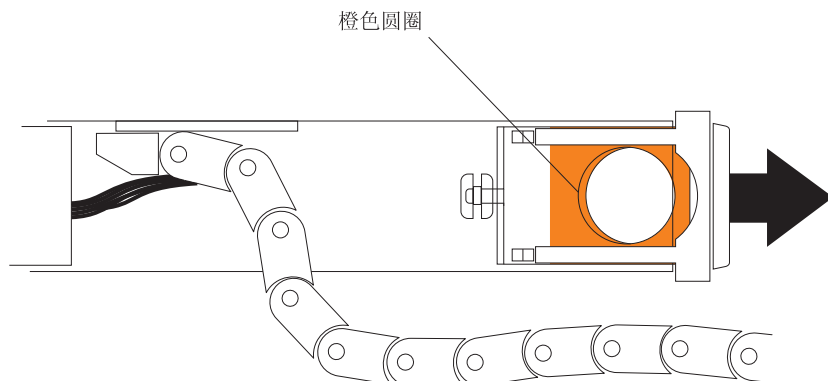

图 97. 连接到驱动器抽屉的水平安装支架
- b. 从驱动器抽屉断开右侧电缆链安装支架的连接。握住橙色手柄（请参阅图 97），然后将安装支架从驱动器机柜中拉出。